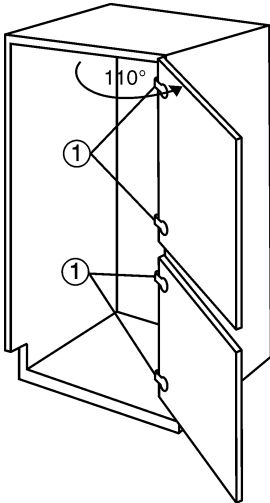

Fig. 2
Para afianzar las puertas del mueble de cocina, utilice bisagras interiores Fig. 2 (1) de alta calidad. Las bisagras deben ser ajustables para garantizar que, en posición cerrada, las puertas formen ángulo recto. El ángulo de apertura máximo permitido para la bisagra es de 110°. Al elegir la bisagra, preste atención al sobrante (el grosor). Se debe respetar una distancia de 21-7/16 in. (544.5 mm) entre la pared interior izquierda del mueble de cocina y el sobrante (grosor) de la bisagra.